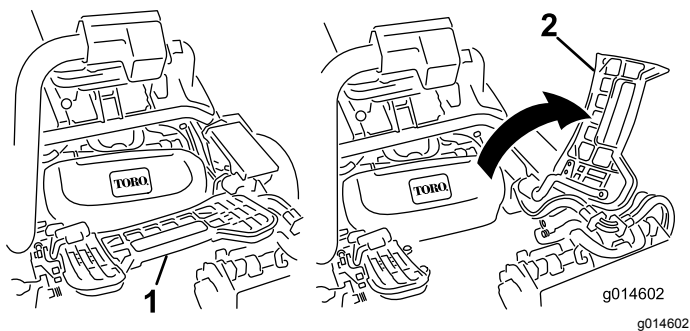

Figura 45
1. Levante o apoio de pé e incline-o para aberto, permitindo o acesso à posição da unidade de corte central (Figura 45).